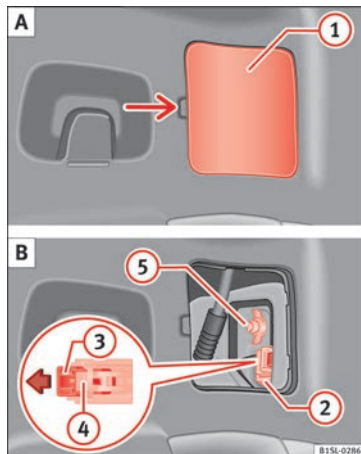

Fig. 149 Nella parte laterale del bagagliaio: A: smontare la copertura, B: smontaggio dei gruppi ottici posteriori.
2. Staccare la copertura ① con attenzione facendo leva » fig. 149 A.
3. Tirare il blocco ③ nel connettore ② nella direzione della freccia » fig. 149 B. Usare il cacciavite degli attrezzi di bordo.
4. Premere lo scatto ④ ed estrarre il connettore ② » fig. 149 B.
5. Svitare il dado a farfalla ⑤ » fig. 149 B.
12. Tenere fermo con una mano il fanale nella posizione di montaggio e avvitare il dado a farfalla con l'altra mano ⑤ » fig. 149 B.
14. Inserire il connettore ② nel portalamпада e premere il bloccaggio ③ nel connettore nella direzione opposta a quella indicata dalla freccia » fig. 149 B.